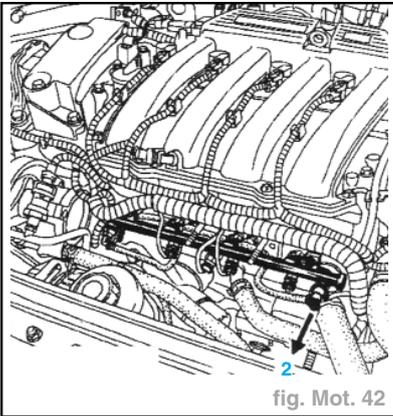

fig. Mot. 42
- Débrancher le conduit de retour de carburant (**2**) situé sur la rampe d'injection et le positionner afin de le faire déborder dans une éprouvette graduée (fig. Mot. 42).